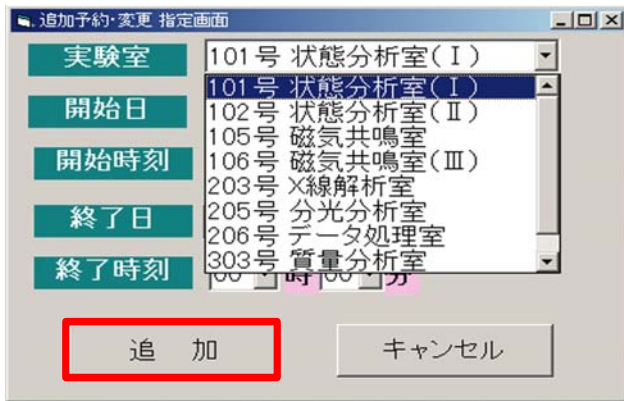

図 6
- 5) 実験室と利用時間の設定をし、「追加」をクリックします (図 6、7)。